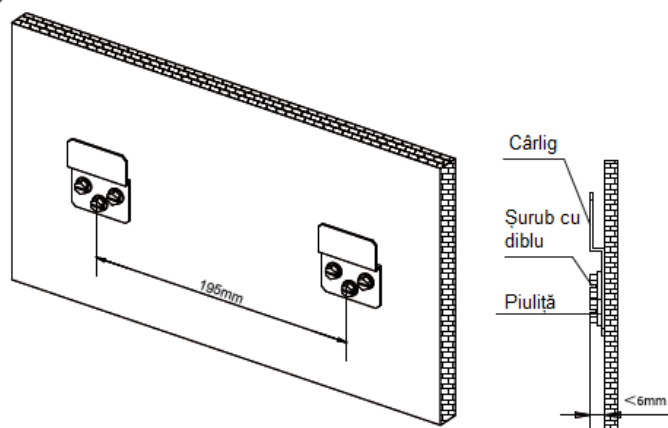

Fig.5-3
- Fixați cârligul de perete folosind un șurub cu diblu. (Consultați Fig. 5-3)